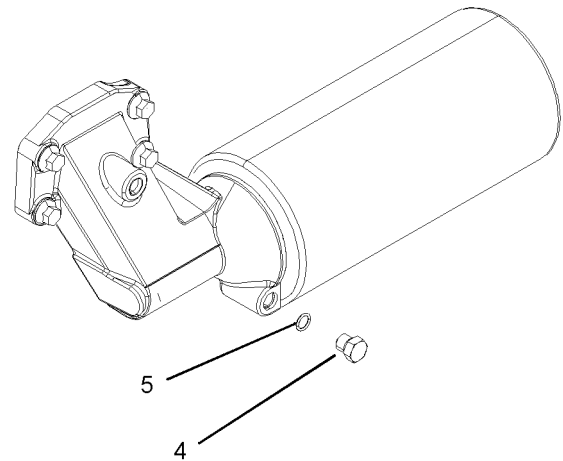

Abbildung 45
5. Den neuen Ölfilter montieren. Den Filter drehen, bis der O-Ring die Dichtfläche (2) berührt. Dann den Ölfilter um eine >-Drehung weiterdrehen.
Anmerkung: Einige Ölfilter können horizontal eingebaut werden. Siehe Abbildung 45. Dieser Typ von Ölfilter kann vor dem Ausbau entleert werden. Das Anziehdrehmoment für diese Ablassschraube (4) beträgt 12 Nm (8 lb ft). Bei Bedarf eine neue O-Ring-Dichtung (5) anbringen. Bei Schritt 1 beginnen, um den Ölfilter aus- und einzubauen.